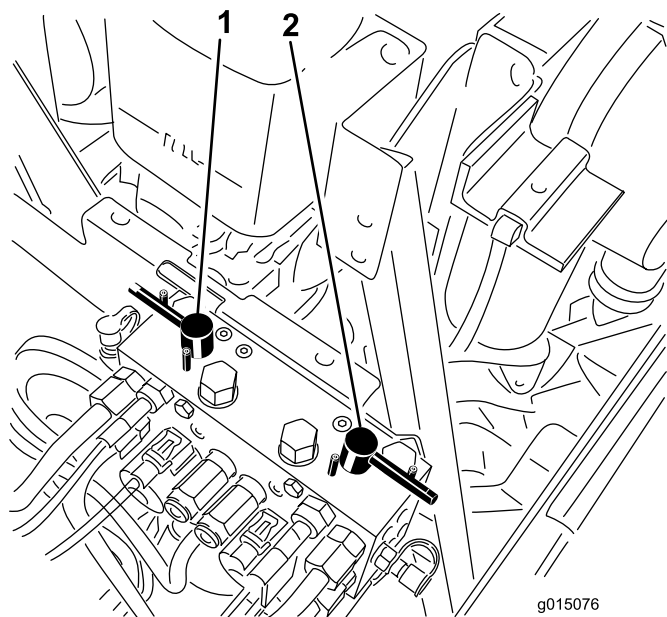

Figura 105
4. Selecione as alavancas de retificação dianteiras, traseiras ou ambas para determinar quais as unidades a retificar (Figura 105).